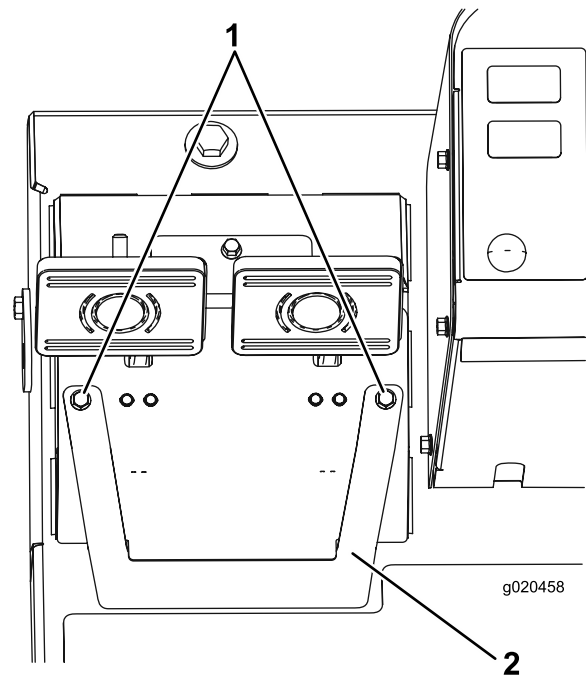

Рисунок 66
- А. Ослабьте 2 крепежных винта и снимите крышку регулировки тормоза (Рисунок 66).